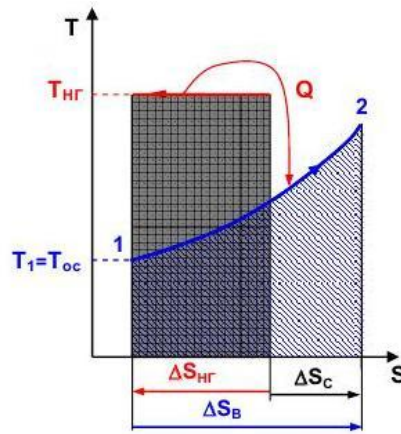

Рис. 2
10. С помощью электронагревателя (рис.2) 10 кг воздуха изобарно нагреваются от температуры внешней среды $t_1=t_{oc}=20^\circ C$ до $t_2=700^\circ C$. Температура нагревателя $t_{nr}=1000^\circ C$ остается постоянной. Определить увеличение энтропии системы и потерю возможной работы – эксергии за счет необратимости этого процесса теплообмена. Считать систему замкнутой изолированной, а воздух идеальным двухатомным газом с $c_p=const$.